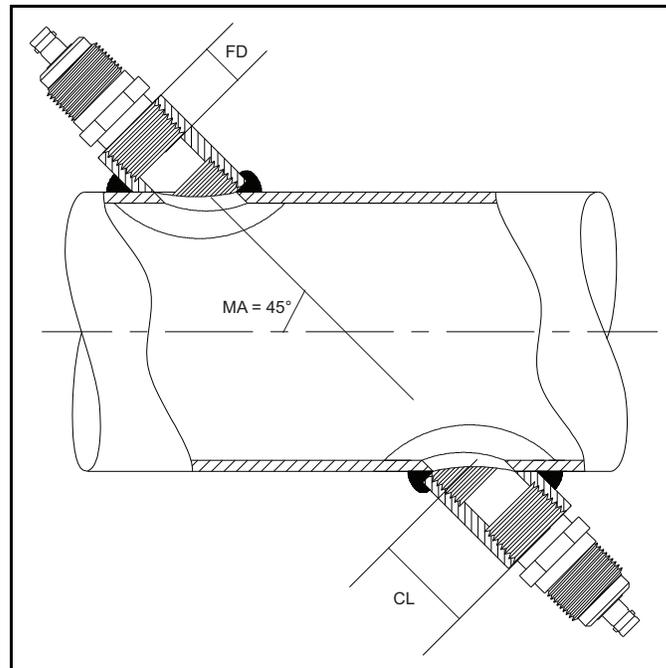

Figure 23: Détermination de la longueur de l'accouplement
Utilisez la *Figure 23* ci-dessous pour mesurer correctement la longueur de l'accouplement. En général, la face du transducteur est placée juste à l'extérieur du diamètre intérieur (ID) de la conduite, ou légèrement en retrait à l'intérieur de l'accouplement.